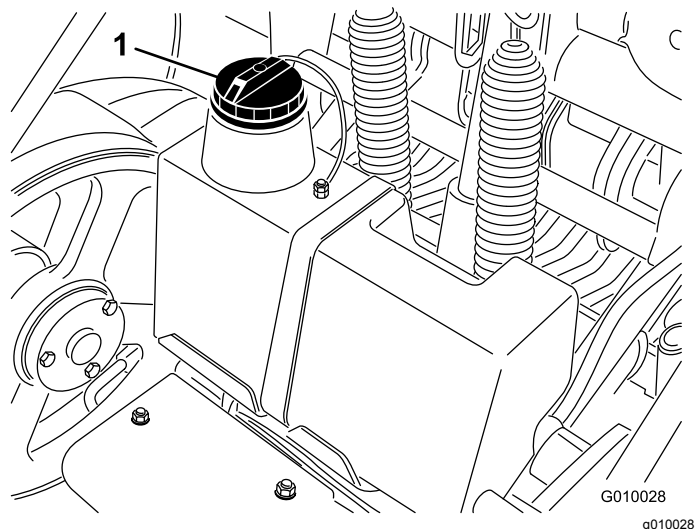

図 19
3. 油圧オイルタンクの注油口周辺をきれいに拭き、キャップ 図 19 を外す。給油口からキャップを取る。